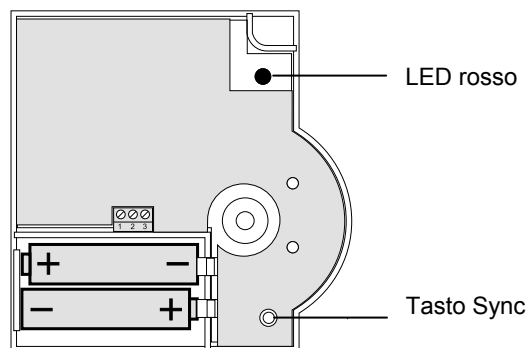

Figura 2: Polarità delle pile e tasto Sync
- ▶ Inserire le pile mignon comprese nella fornitura con la corretta polarità (vedere Figura 2). Quando lampeggia il LED rosso sul HCW 82/HCF 82 è necessario sostituire le pile (vedere "Sostituzione delle pile", pagina 18).